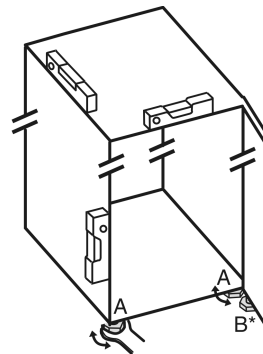

Fig. 6
- ▶ Az állítható lábakat Fig. 6 (A) a mellékelt villáskulccsal és egy vízmérce segítségével csavarja ki addig, amíg a készülék szilárdan és egyenesen be nincs igazítva.
- ▶ A csapágybak állítható lábát Fig. 6 (B) a mellékelt villáskulccsal csavarja ki úgy, hogy a padlón feküdjön.
- ▶ Az állítható lábát Fig. 6 (B) forgassa tovább 90°-kal.